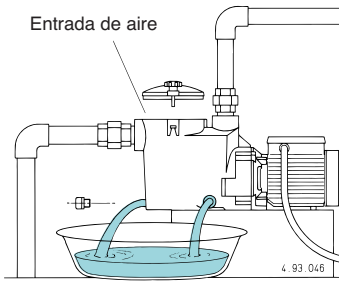

Fig. 4 Descarga
**Si la bomba permanece parada por períodos largos o si existe el peligro de heladas, se debe vaciar completamente el cuerpo de la bomba soltando los dos taponés con sus juntas tóricas reutilizables (fig. 4).**
Antes del desmontaje vaciar la bomba (ver fig. 4 y capítulo 10.). Para desmontar y montar la bomba observar la construcción en el plano de sección (capítulo 12.).